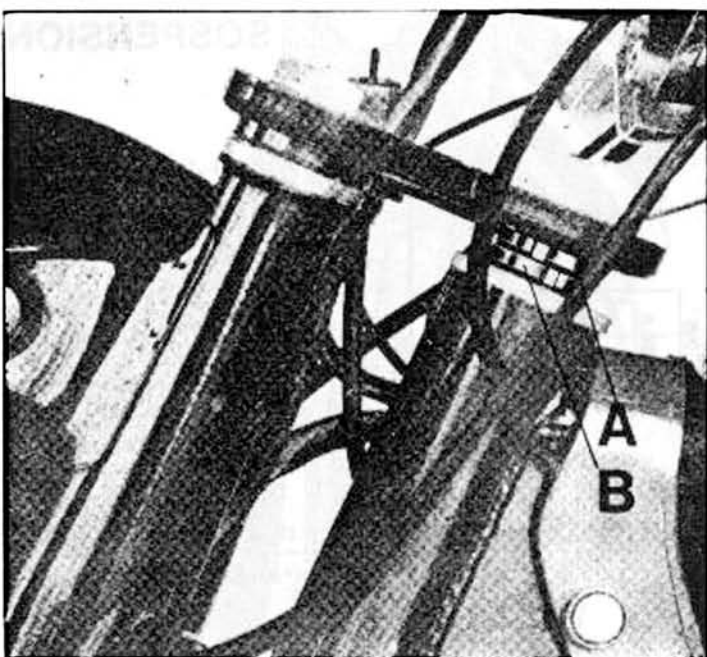

Fig. 111
- la ghiera (B) e controgghiera (A) e sfilare la forcella completa (vedere fig. 111);
- la ghiera sul canotto (B di fig. 111) avvitandola fin che lo sterzo è regolato accertandosi che giri liberamente; ad operazione ultimata avvitare la controgiera (A di fig. 111) bloccandola a mezzo chiave speciale;